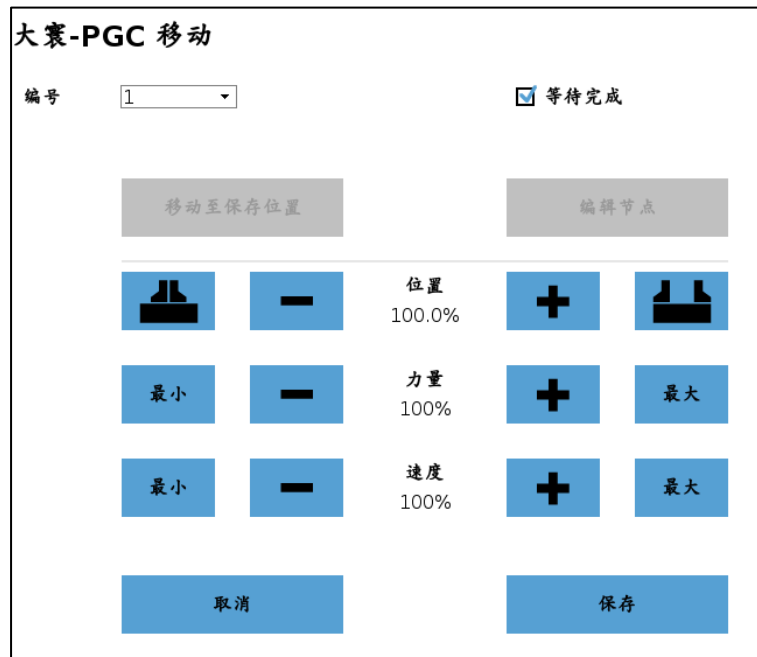

图 5.5 设置夹爪
2. 点击中 URCaps 插件命令，添加所需要的功能节点。如，选中**大寰-PGC 移动**添加插件控制程序。如图 5.5 所示。